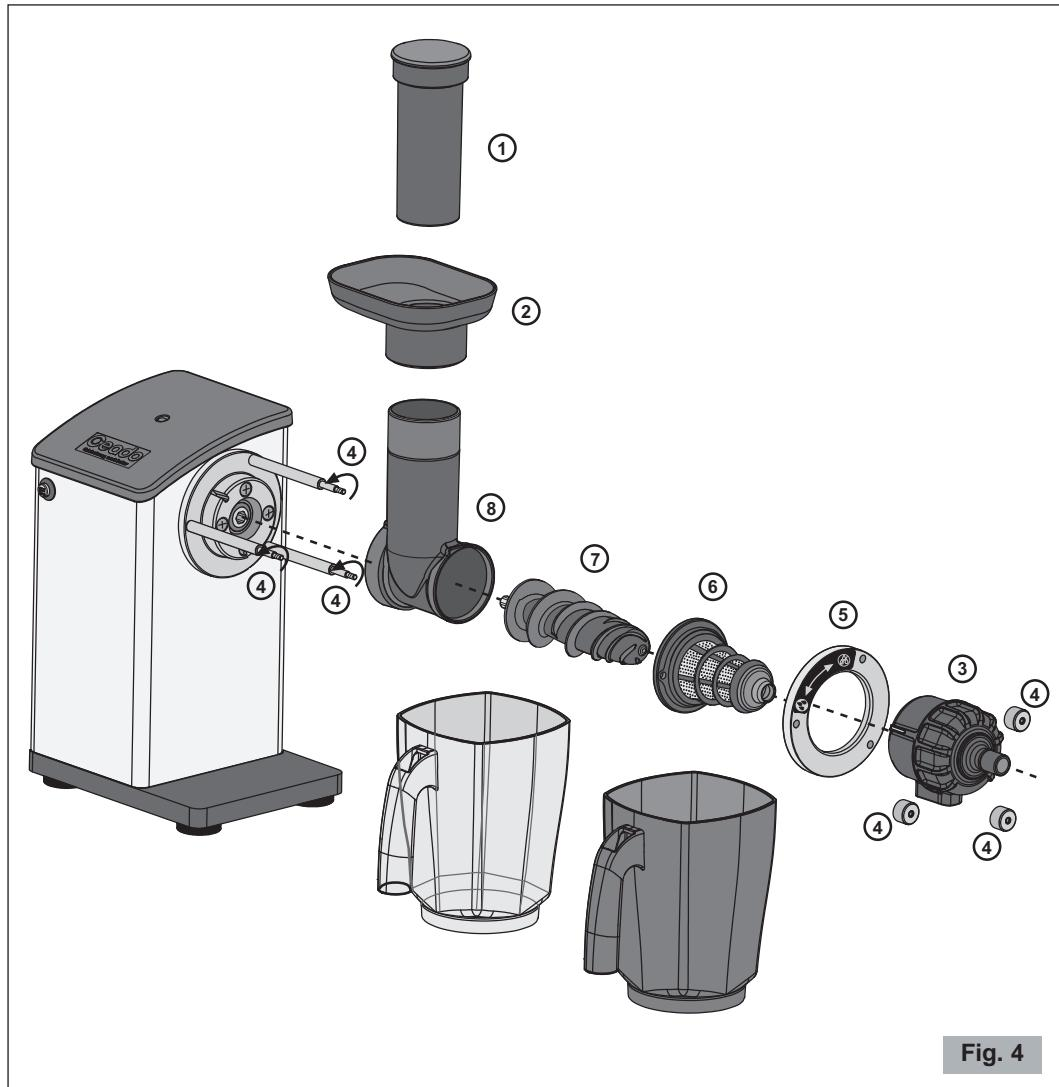

Fig. 4
- 1 Quitar los contenedores y desmontar los componentes en el orden de la figura (Fig. 4).
- 3 Vuelva a ensamblar el extractor en el orden inverso (Fig. 4).